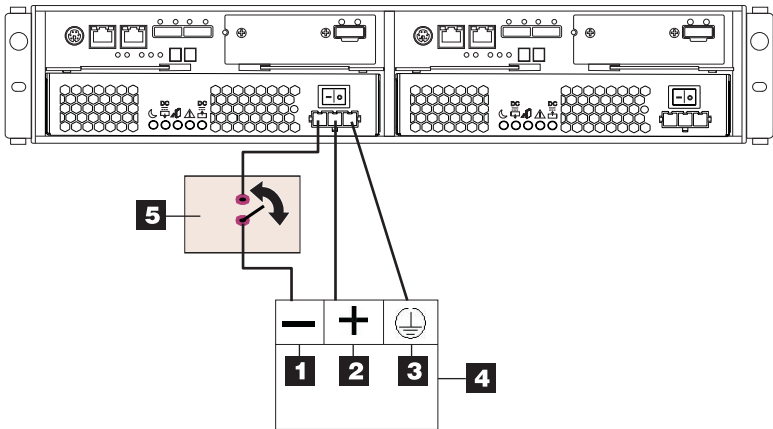

Figura 3-59. Ligação DC do DS3500 ao Dispositivo de Desconexão e Fonte de Alimentação dc
5. Termine de ligar o dispositivo de desconexão ao terminal marcado como -48V da fonte de alimentação dc de safety extra low voltage (SELV) seguramente aterrada. Conecte o fio POS RTN (azul) e o fio de aterramento (verde/amarelo) do cabo de energia dc aos terminais marcados como POS RTN e GND na fonte de alimentação dc, conforme mostrado na Figura 3-59.